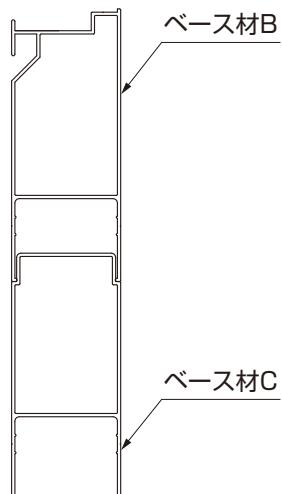

図2-19
- ベース材には種類があります。(図2-18、図2-19、図2-20参照)